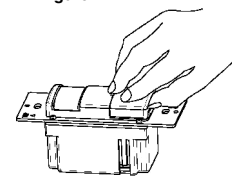

Figure 3
7. Retirer la petite plaque de couvercle. (Illustré comme Figure 3.)